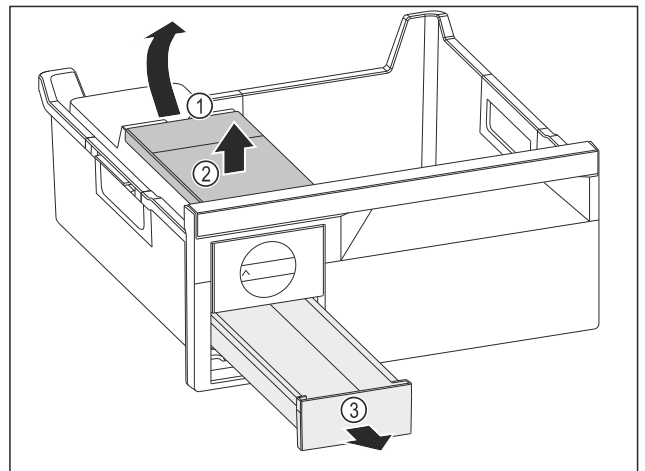

Fig. 73
- Wassertank entnehmen: Wassertank an der Aussparung Fig. 73 (1) anheben.
- Wassertank Fig. 73 (2) nach oben entnehmen.
- Eiswürfelschubfach Fig. 73 (3) nach vorne entnehmen.